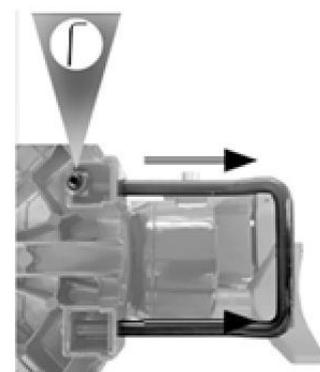

Fig. 2
3. Faites glisser une rondelle plate sur une vis à bois de 1/4 x 1 po, insérez la vis dans un trou d'angle de la base et fixez la base (Fig.2).